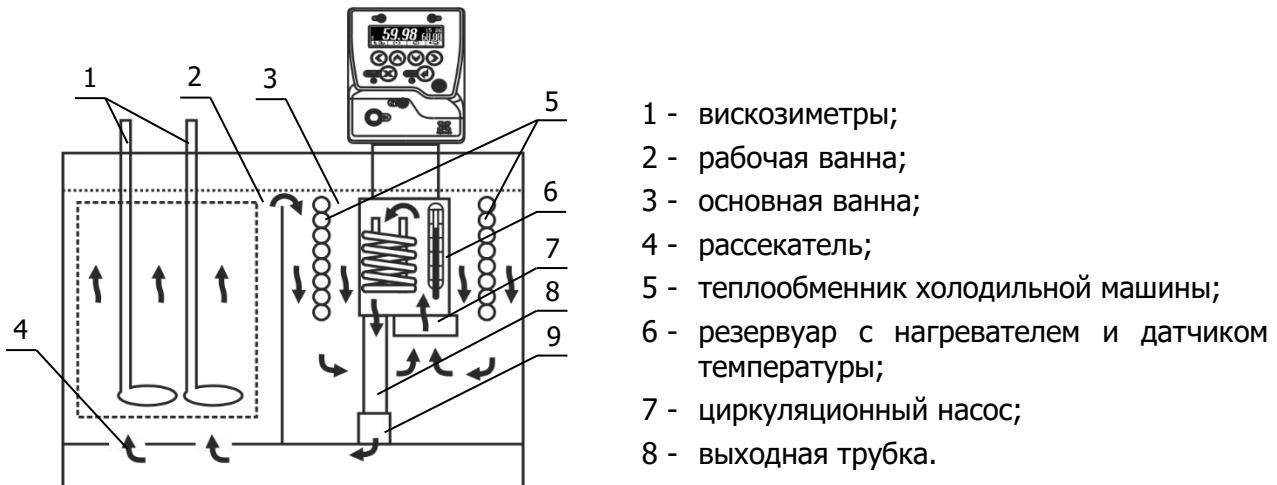

Рисунок 2 — Принцип работы термостата
2.2.4 Насадить блок регулирования резервуаром 1 сверху на трубку 2, преодолевая при необходимости сопротивление витков теплообменника 5 (рисунок 2). Погрузить блок в ванну до упора и зафиксировать его винтовыми фиксаторами на крышке термостата.